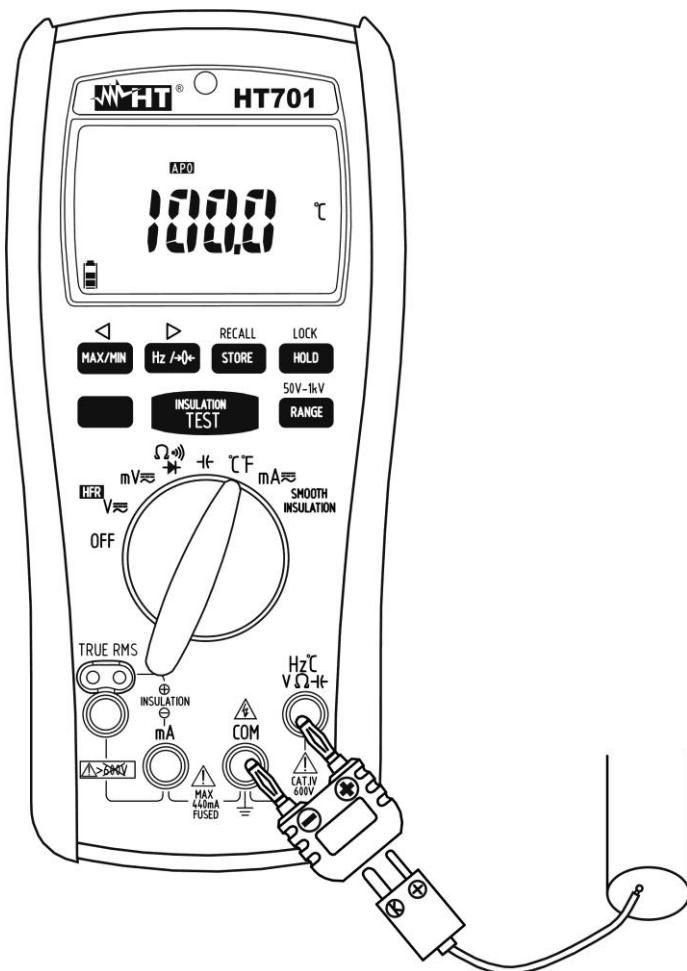

Fig. 9: Uso dello strumento per misura di Temperatura
3. Inserire l'adattatore in dotazione nei terminali di ingresso **Hz°CVΩ-HF** e **COM** rispettando i colori rosso e nero presenti su di esso (vedere Fig. 9)